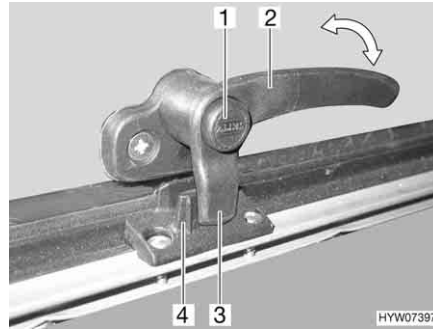
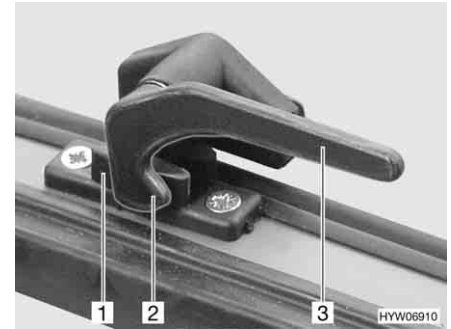

Fig. 93 Alavanca de trava com botão de segurança na posição "Fechada"
Fig. 94 Alavanca de trava na posição "Fechada"
- Se disponível, prima o botão de segurança (Fig. 93,1) e mantenha-o premido.
- Gire a alavanca de trava (Fig. 93,2 ou Fig. 94,3) um quarto de volta na direção do meio da janela.
- Gire a alavanca de trava (Fig. 93,2 ou Fig. 94,3) um quarto de volta em direção à moldura da janela. A ponta de trava (Fig. 93,3 ou Fig. 94,2) na alavanca de trava fica completamente assente na parte de dentro do dispositivo de bloqueio da janela (Fig. 93,4 ou Fig. 94,1).
- Na posição "Bem fechada" (Fig. 93 e Fig. 94)